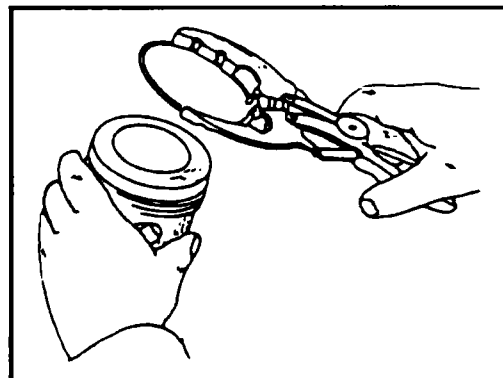
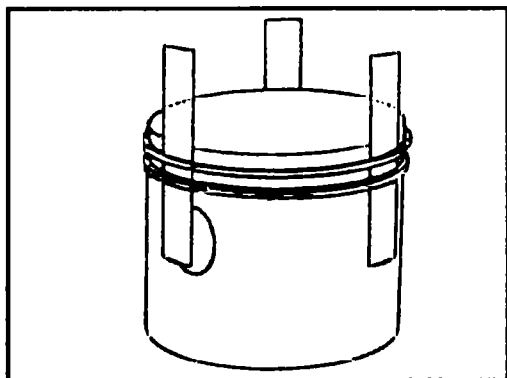

Рис. 2.36 Демонтаж поршневых колец
Рис. 2.37 Использование плоских стальных полос для установки поршневых колец
- ◆ Воспользовавшись специальным приспособлением (см. рис. 2.36), снимите по очереди поршневые кольца со стороны днышка поршня. Если кольца будут использоваться снова, чего мы не рекомендовали бы, то их необходимо соответственно пометить. Если нет возможности воспользоваться специальным приспособлением для снятия поршневых колец, их можно снять, как показано на рис. 2.37. Под кольца надо вставить три металлические полоски. Одну полосу обязательно поместите под концы
- ◆ При помощи приспособления установите по очереди поршневые кольца в канавки поршня (см. рис. 2.36). Чтобы не перепутать местами компрессионное и маслосъемное кольца следует обратить внимание на форму их сечения. Все кольца имеют с одной стороны надпись «TOP» или «OBEN» и эта надпись должна быть видна со стороны дна поршня (сверху) после установки кольца.